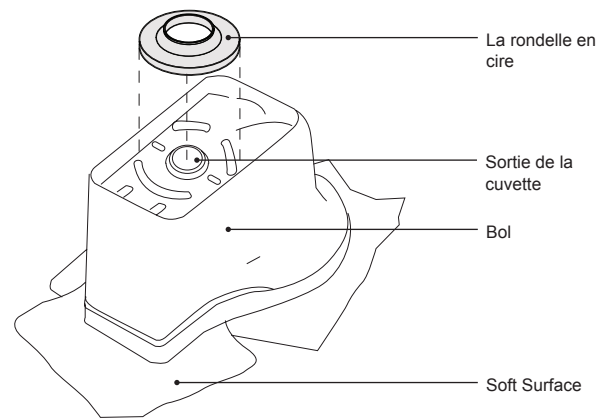

Figure 3
Lorsque vous placez la bague de cire sur la sortie du WC, le bride conique doit être orientée vers le haut (figure 3). Cette bride conique se reposer à l'ouverture dans le plancher.
**2** Placez la bague de la cire sur l'orifice de sortie de toilette (Figure 3).